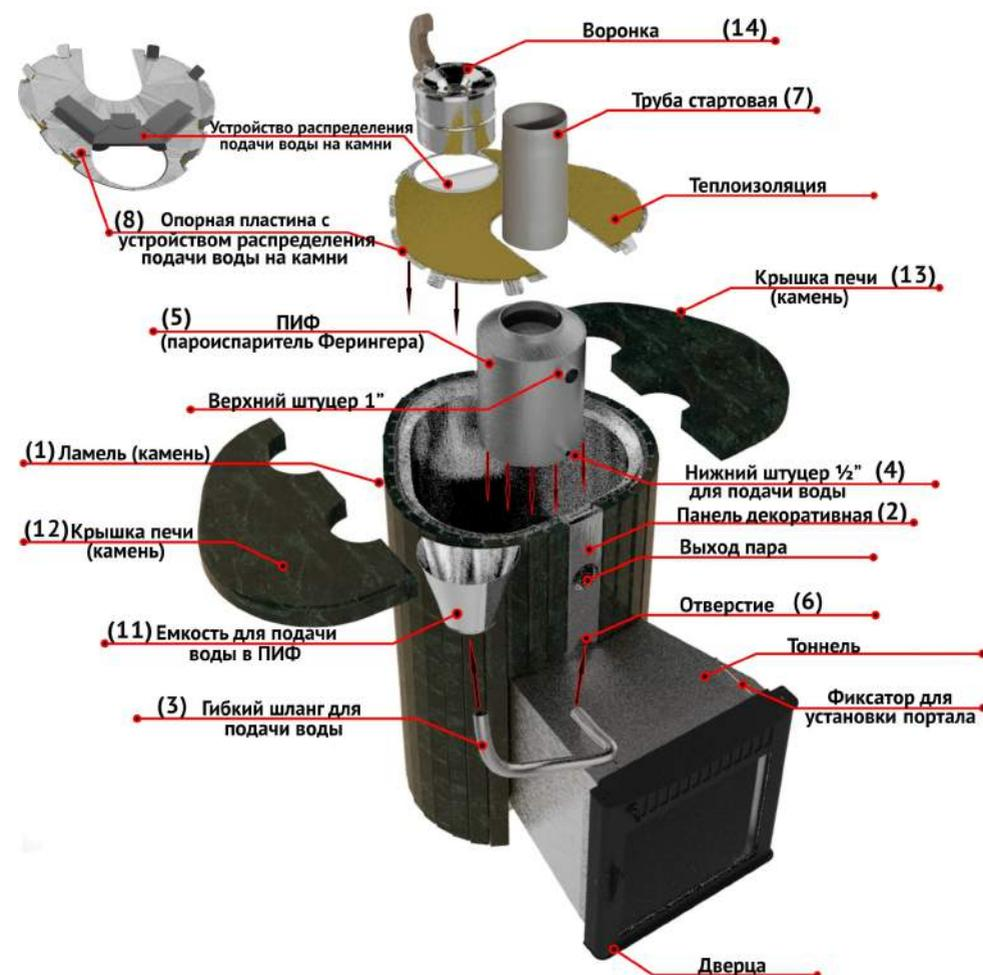

Рисунок 7.1. Схема сборки печи
5.1. Пароиспаритель Ферингера (рис. 5.1. а) включает в себя следующие основные элементы: корпус с водяным контуром и рассекателем. Емкость для подачи воды (11) и гибкий шланг подвода воды (3) (см. рис. 7.1.)